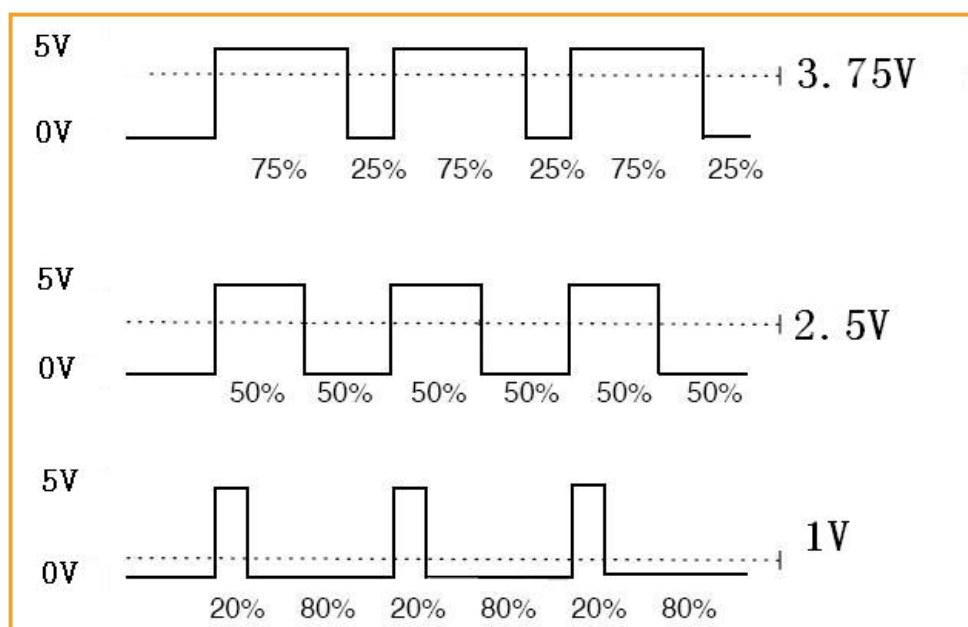

图6-2 脉冲与电压关系图
在 Arduino 中，不能输出模拟电压，只能输出 0 或 5V 的数字电压值，我们就通过使用高分辨率计数器，利用方波的占空比被调制的方法来对一个具体模拟信号的电平进行编码。PWM 信号仍然是数字的，因为在给定的任何时刻，满幅值的直流供电要么是 5V (ON)，要么是 0V (OFF)。电压或电流源是以一种通 (ON) 或断 (OFF) 的重复脉冲序列被加到模拟负载上去的。通的时候即是直流供电被加到负载上的时候，断的时候即是供电被断开的时候。只要带宽足够，任何模拟值都可以使用 PWM 进行编码。输出的电压值是通过通和断的时间进行计算的。输出电压 = (接通时间/脉冲时间) \* 最大电压值，图 6-2 为脉冲变化对应的电压。